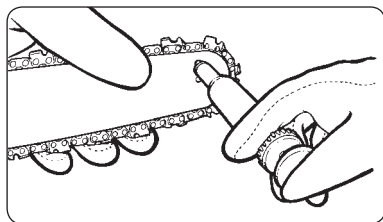

Fig. 23
- Utilisation de la burette (ne fait pas partie du kit, à acheter): Placez le tube effilé dans l'orifice de lubrification et introduisez-y de la graisse jusqu'à ce qu'il en ressorte sur le bord extérieur du pignon de renvoi (Fig. 23).